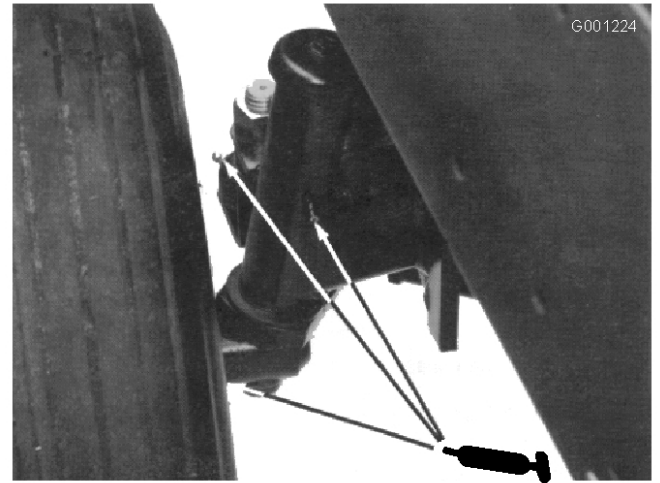

Figura 41
- Casquillos del eje de la rueda trasera (Figura 41)